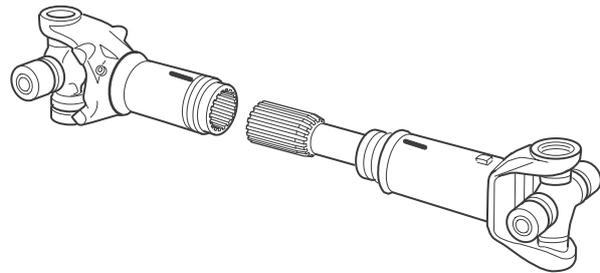

Figura 8.15
2. Puxe e separe as seções do garfo e eixo deslizante. Figura 8.15.